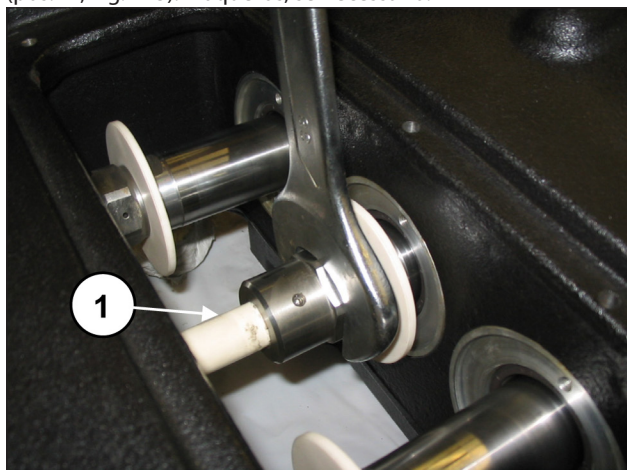
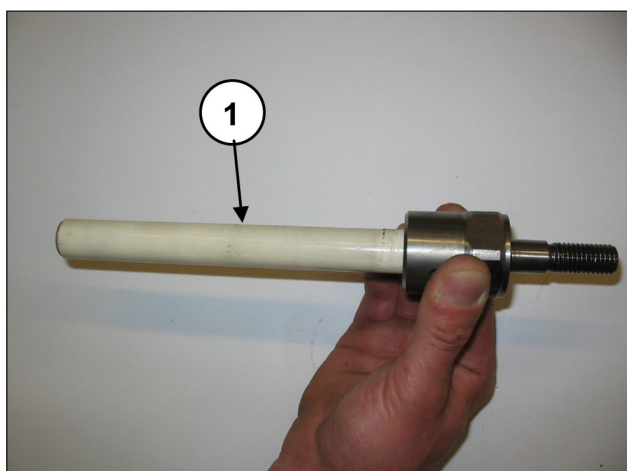

Fig. 122
Fig. 123
Remova os elementos de bombeamento com uma chave inglesa (pos. ①, Fig. 122) e controle o seu status de desgaste (pos. ①, Fig. 123). Troque-os, se necessário.